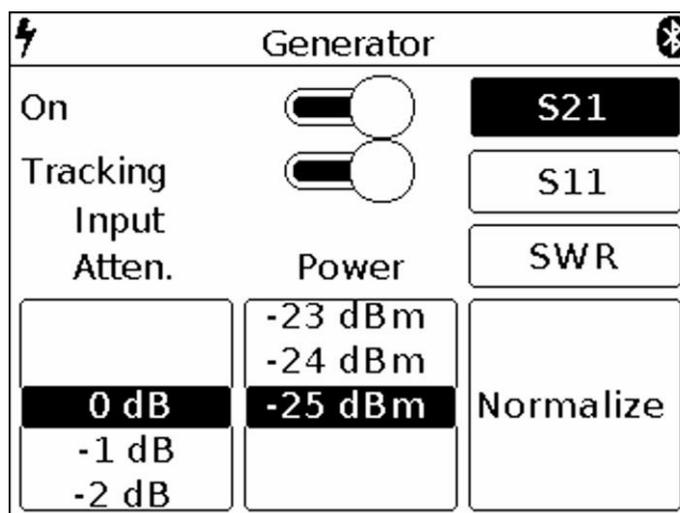

Рисунок 16 – Включение режима снятия амплитудно-частотной характеристики
7.6.6. Установите необходимый уровень ослабления сигнала входным attenuатором **Input Atten**, в диапазоне от 0 до -30 dB. Установка параметра, осуществляется «прокруткой» значений до фиксированной выделенной области (Рисунок 16).